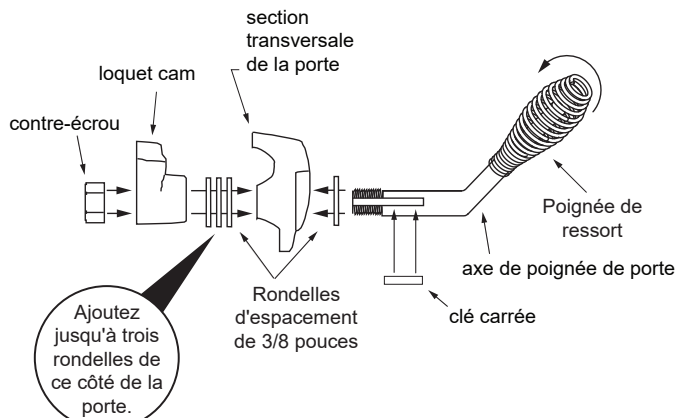

Figure 27.3 - Poignée de porte pour porte voûtée
3. Ajoutez jusqu'à trois rondelles comme indiqué à la **Figure 27.3** à l'intérieur de la porte.
7. Installez la poignée en tournant dans le sens inverse des aiguilles d'une montre jusqu'à l'emplacement désiré sur la tige de la poignée de porte (**Figure 27.3**).